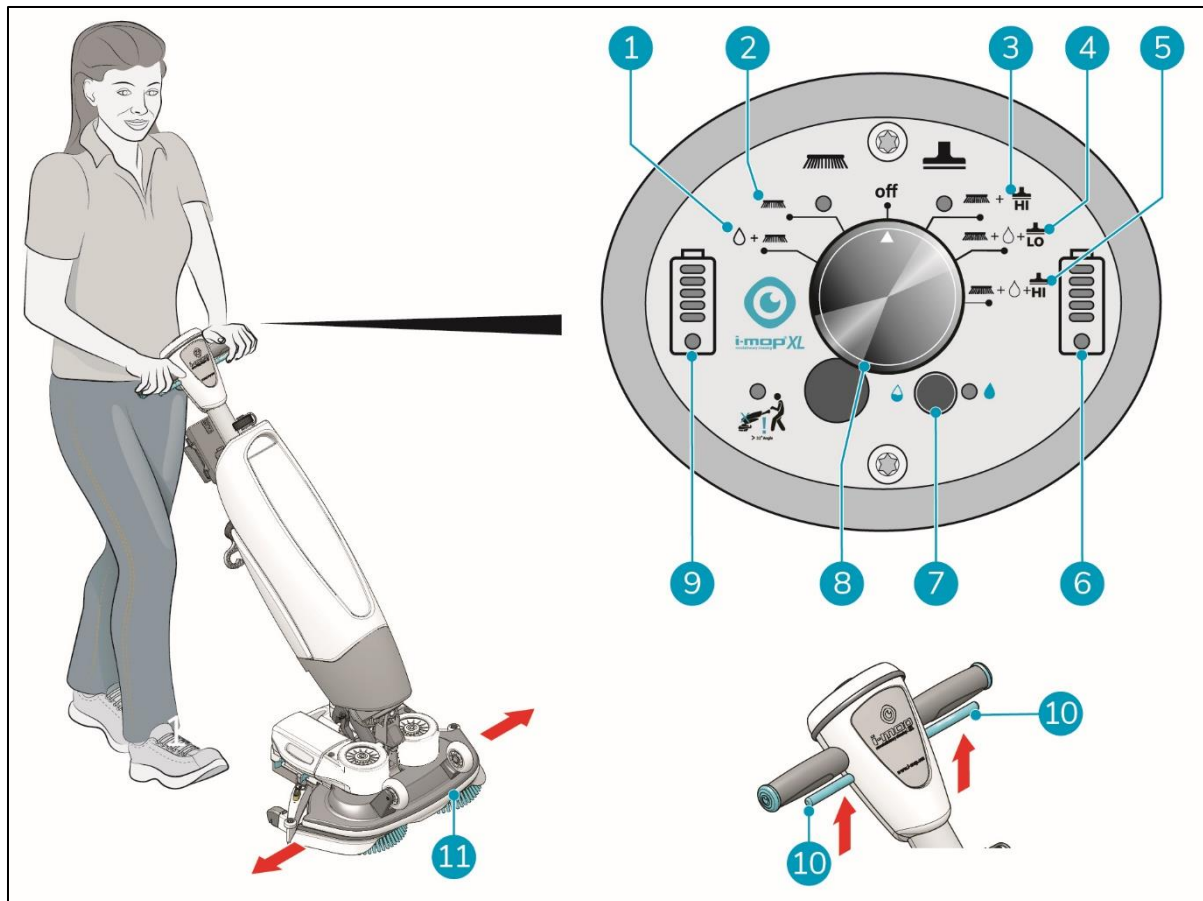

Figura 22
4. Colóquese detrás de la i-mop[®] XL Pro. Elija su modo de limpieza mediante el interruptor principal (Figura 22 pos. 7). Esto también encenderá la i-mop XL Pro. Puede seleccionar las opciones de forma independiente o combinada.
- MODO 1: Cepillo + agua/solución limpiadora (Figura 22, pos. 1).
- MODO 2: Sólo cepillo (Figura 22, pos. 2).
- MODO 3: Cepillo + aspirador (Figura 22, pos. 3).
- MODO 4: Cepillo + agua/solución limpiadora + Lo vacuum (Figura 22, pos. 4).
- MODO 4: Cepillo + agua/solución limpiadora + Aspiración Hi (Figura 22, pos. 5).
6. Apriete el gatillo de la empuñadura (Figura 22, pos. 10). Esto también pondrá en marcha la i-mop[®] XL.
9. Gire suavemente el mango hacia la izquierda o hacia la derecha para mover la plataforma de fregado (Figura 22, pos. 11).
10. Soltar el gatillo (Figura 22, pos. 10) detendrá inmediatamente la i-mop XL Pro. El motor de aspiración se detendrá al cabo de 3 segundos.